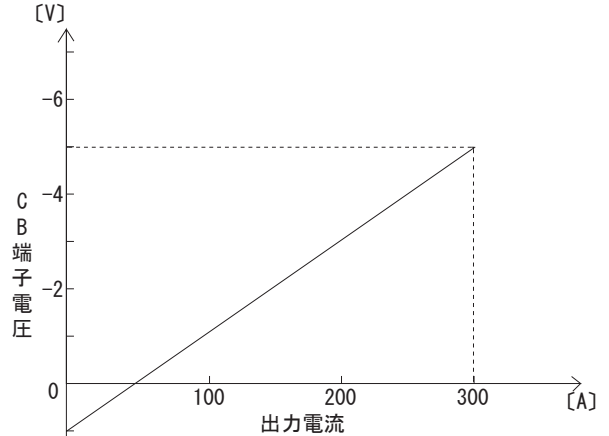

図 6.1 出力電流 - CB 端子電圧 (例: PBA1500F-5)
■ CB 端子電圧と出力電流の関係は、図 6.1 のようになります。図 6.1 は、PBA1500F-5 での代表特性を示しています。他製品の特性につきましては、お問い合わせください。なお、図 6.1 から得られる出力電流値はあくまで目安です。